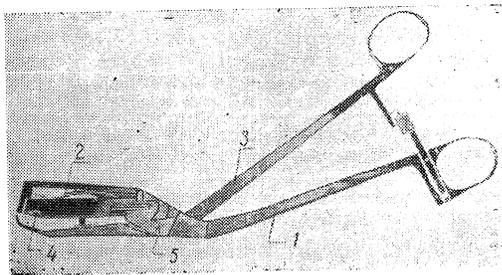

Рис. 1.
Аппарат (см. рис. 1) состоит из следующих основных частей: бранша верхняя (1), бранша средняя (2), бранша нижняя упорная (3) и зажим (4), закрепленный в средней бранше.